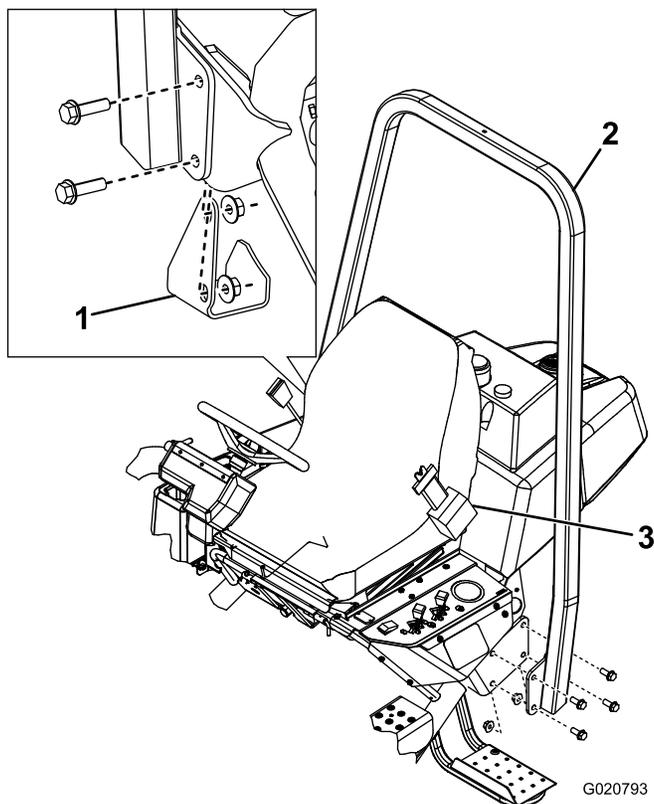

図 6
2. ROPS フレーム (図 6) を取り付けブラケットの上に置いて取り付け穴をそろえる。